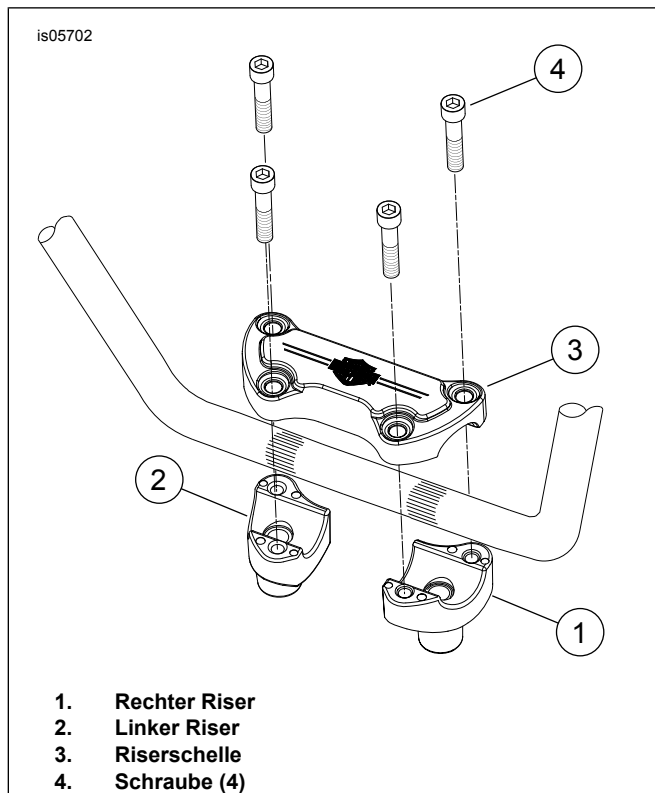
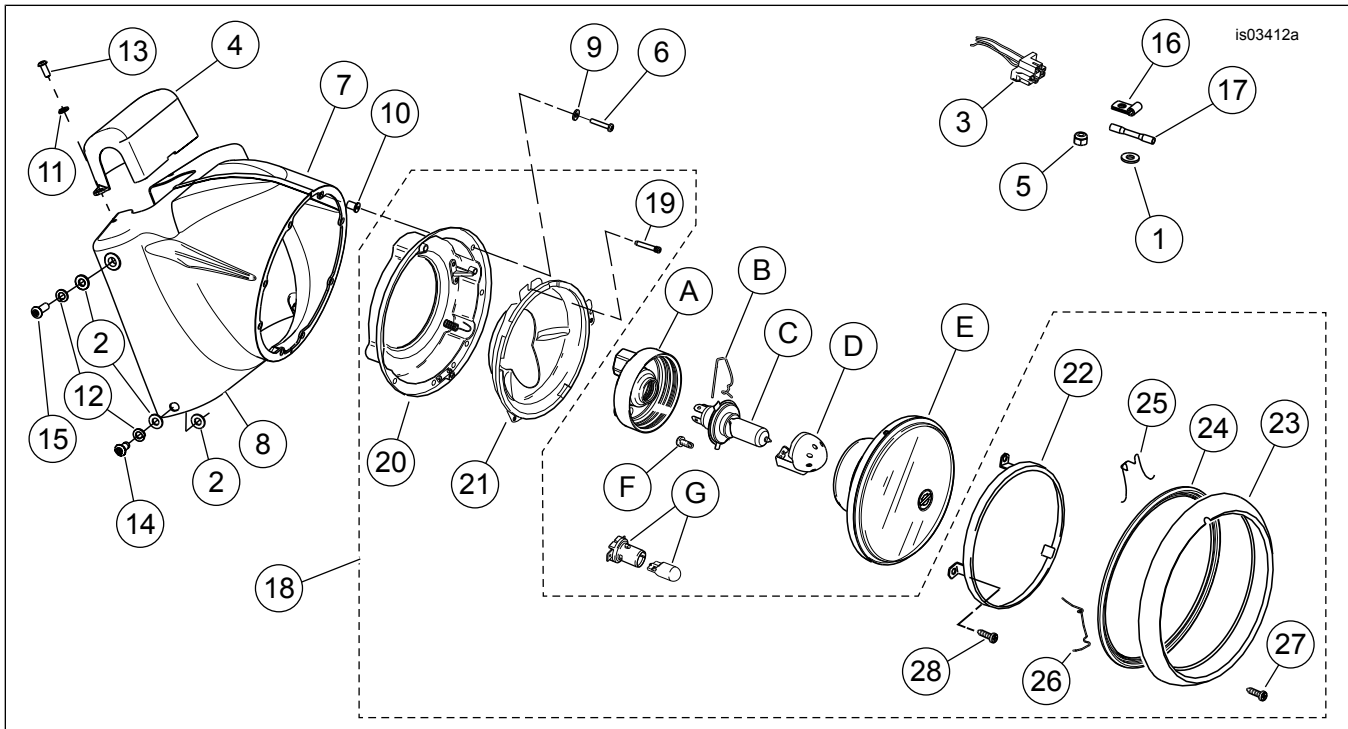

Abbildung 4. Riser-Ausrichtung – FLSTC
Abbildung 10. Ersatzteile, Sätze für Freight-Train-Scheinwerfertopf
- Siehe Abbildung 4. Die neuen Riser (Satz-Nr. 46809-09), wie abgebildet ausgerichtet, an der oberen Gabelhalterung unter Benutzung der Originalschrauben, -sicherungsscheiben und -unterlegscheiben einbauen. Das Massekabel und die innenverzahnte Sicherungsscheibe an der rechten Riser-Schraube anbauen. Befestigungsteile locker lassen.
- Riserschelle (3) an den Risern (1, 2) über dem Lenker mit vier im Bausatz enthaltenen Schrauben (4) anbringen.
10. Siehe Abbildung 10. Die Blindsteckmutter (10) in den Löchern der Scheinwerfertopfhälften einbauen. Die rechte Seite des Scheinwerfertopfs (7) einbauen:
- Den Scheinwerfertopf mit der Unterseite an der Gabelhalterung mithilfe einer 16 mm (5/8 in) langen Schraube (14), einer Sicherungsscheibe (12) und zwei flachen Unterlegscheiben (2) befestigen. Auf der Innenseite als auch auf der Außenseite des Scheinwerfertopfes eine flache Unterlegscheibe anbringen, um den Topf bündig mit den Gabelgleitrohr-Abdeckungen auszurichten. Befestigungsteile locker lassen.
- Den Scheinwerfertopf mit der Oberseite mithilfe einer 22 mm (7/8 in) langen Schraube (15), einer Sicherungsscheibe (12) und einer flachen Unterlegscheibe (2) befestigen. Die flache Unterlegscheibe auf der Außenseite des Topfes anbringen. Die Schraube darf nicht durch das ganze Loch gehen. Befestigungsteile locker lassen.
11. Den Scheinwerferkabelbaum (3) mit den Kabeln (in Schritt 6 abgetrennt) wie folgt spleißen:
- Jedes gespleißte Kabelende in gegenüberliegende Enden eines versiegelten Stoßverbinders einführen (17).
14. Siehe Abbildung 10. Die Bremsleitung auf der Rückseite des rechten Scheinwerfertopfteils mit zwei Halteklemmen (16) aus dem Bausatz für die Bremsleitung befestigen. Die Halteklemmen an der rechten Seite des Topfes mithilfe der originalen 16 mm (5/8 in) langen Kopfschrauben, der flachen Unterlegscheiben mit 6,4 mm (1/4 in) ID (1) und der Sicherungsmuttern (5) befestigen (Unterlegscheibe unter Mutter anbringen).
17. Die Scheinwerferschalenbaugruppe mit acht Unterlegscheiben (4) und Schrauben (5) aus dem Satz in den Scheinwerfertopf einbauen.
18. Siehe Abbildung 10. Die Lenkerabdeckung (4) in Position bringen und mit 16 mm (5/8 in) langen Schrauben (13) und Sicherungsscheiben (11) sichern.
4. Siehe Abbildung 10. Die Baugruppe Scheinwerfer-Zierring (23 bis 26) mit Schraube (27) anbringen.